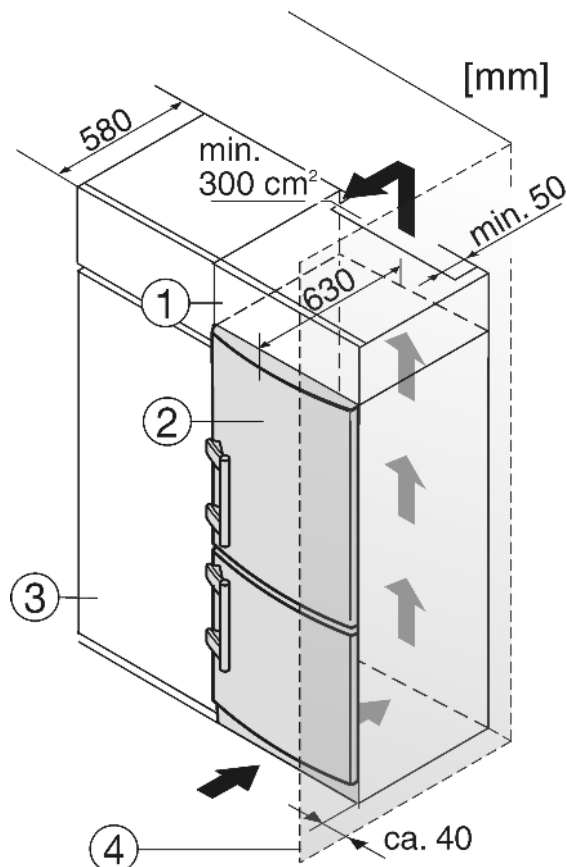

Fig. 5
- (1) Szafka nasadzana
- (2) Urządzenie
- (3) Szafka kuchenna
- (4) Ściana
Urządzenie może zostać obudowane szafkami kuchennymi. Aby dopasować urządzenie Fig. 5 (2) do wysokości ciągu szafek kuchennych, można nad urządzeniem umieścić odpowiednią szafkę nasadzaną Fig. 5 (1).
W przypadku obudowania standardowymi szafkami kuchennymi (głębokość maks. 580 mm) urządzenie można ustawić bezpośrednio obok szafki kuchennej Fig. 5 (3). Drzwi urządzenia wystają z boku o 34 mm i na środku urządzenia o 50 mm w stosunku do frontu szafek kuchennych. Dzięki temu można je bez problemu otwierać i zamykać.
Jeżeli urządzenie będzie ustawiane z zawiasami do ściany Fig. 5 (4), to pomiędzy urządzeniem i ścianą należy zachować minimalny odstęp, wynoszący 40 mm. Na taką odległość wystaje klamka przy otwartych drzwiach.